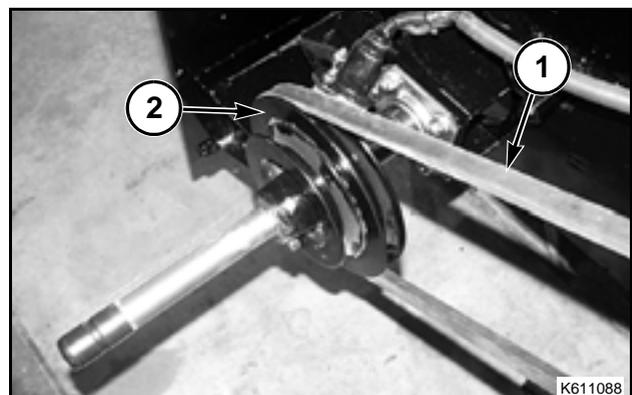

FIG. 241
FIG. 241: Al instalar un cabezal de granos en la cosechadora, instale la correa de mando (1) del eje pivote izquierdo, ubicada en la polea del pivote más pequeño, en la parte trasera de la carcasa del canal y la polea (2) del pivote de mando mayor en la delantera de la carcasa del embocador, como indicado en la trasera de la carcasa del canal y la polea (2) de pivote de mando mayor en la delantera de la carcasa del embocador, como indicado en la figura.